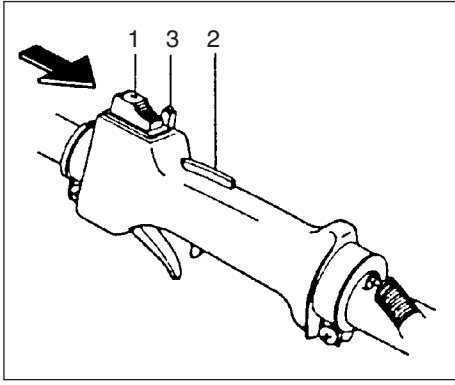

Fig. 2-2
Pornirea (Fig. 2-2, 3)
1. Aduceți întrerupătorul aprinderii (1) în poziția ON. (Fig. 2-2)